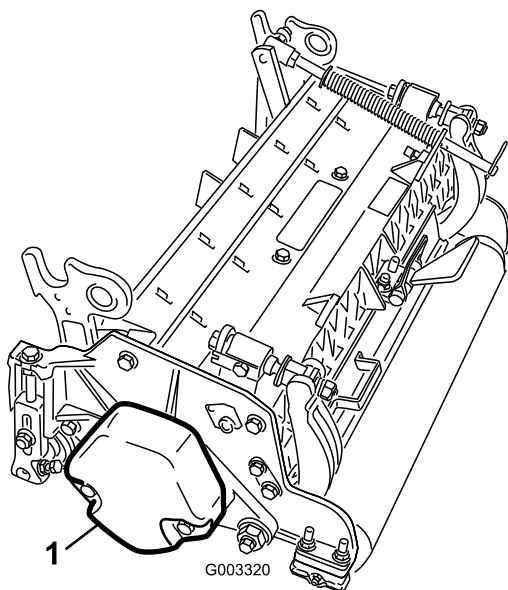

Figura 8
4. Asegúrese de que el contrapeso (Figura 8) está instalado en el extremo correcto de la unidad de corte, según lo indicado en el *Manual del operador* de la unidad de corte.